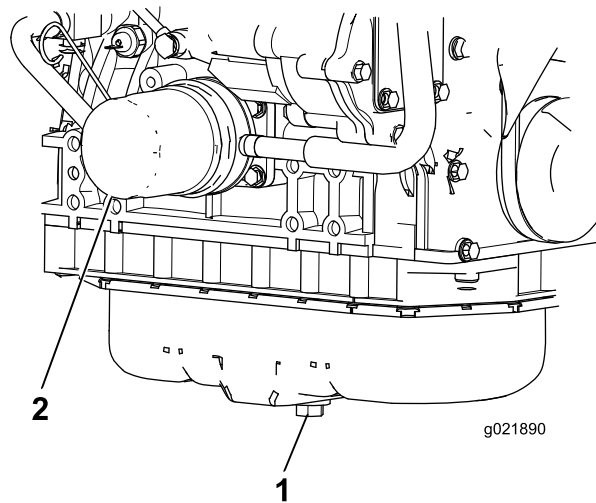

図 75
1. ドレンプラグを外してオイルを容器に受ける 図 75。
3. オイルフィルタ 図 75 を外す。